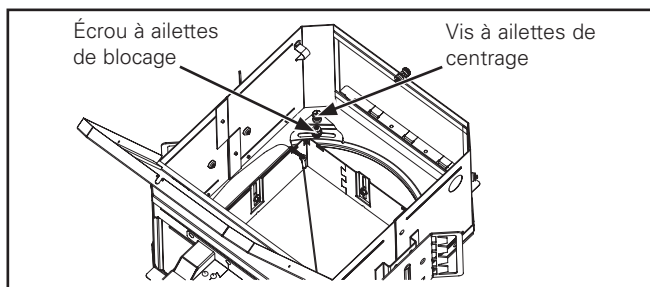
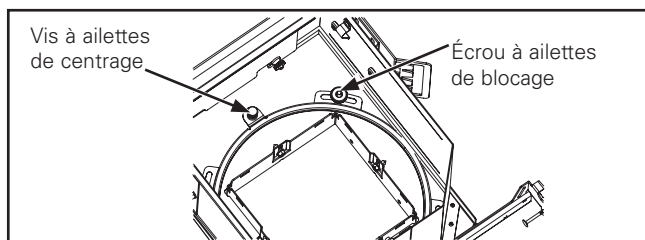

Figure 1.
Figure 2.
1. Si un ajustement de l'alignement de rotation du collier est nécessaire, desserrez la vis à ailettes de centrage et l'écrou à ailettes de blocage du collier (Figure 1.). Pour utiliser le RA4X4 avec le boîtier P406TAT/ P408ICAT, la vis à ailettes de centrage et l'écrou à ailettes de blocage doivent se trouver à deux endroits différents (Figure 2.). Tournez le collier afin de le mettre dans la position souhaitée, puis resserrez l'écrou à ailettes de blocage. Ne resserrez pas la vis de centrage du collier une fois que vous avez changé le disque de rotation de position.